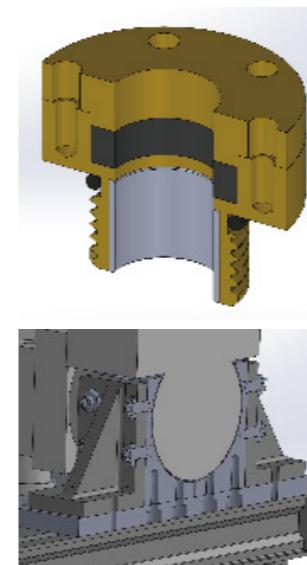

図3:Solidworks計画モデル
- 3次元CADモデルにより装置構造を可視化し、依頼者と装置仕様について相互理解を深めた。(図3)